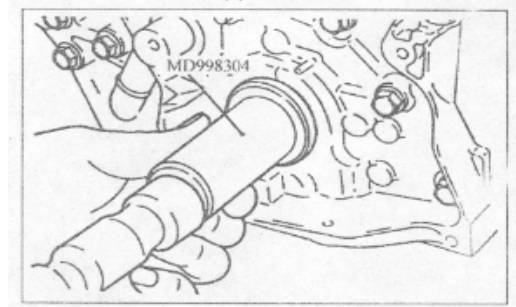

图 3-38
- 如图 3-38 将发动机油涂在密封唇上，然后用手将油封沿导套推入直至它碰到前油封壳。用专用工具轻敲油封使其就位。